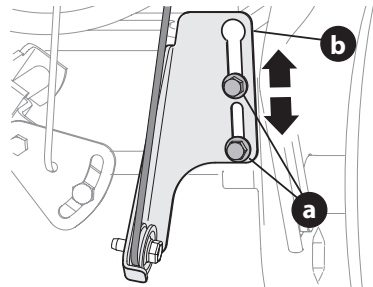

Figura 51
5. Afloje el tornillo hexagonal inferior (a) de la ménsula del cable de la transmisión (b) (Figura 51).